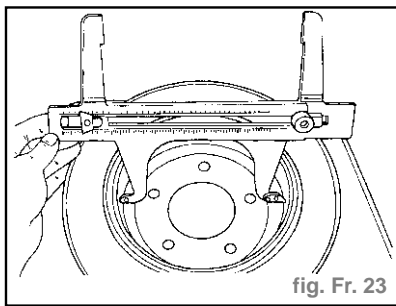

fig. Fr. 23
- Utiliser l'outil spécial pour plaquettes et jauges **C-3919** équivalent, pour mesurer **avec précision** le diamètre intérieur de la partie tambour de frein de stationnement du disque (fig. Fr. 23).